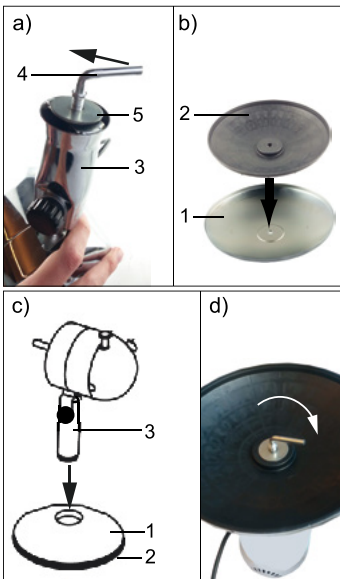

Fig.61: Montering af basen
Fig. 61 a).
3. Træk spændeskiven (5) af soklen (3).
4. Læg indsatsen ned i basen (1) som vist i fig. 61 b).
5. Sæt soklen på basen. Fig. 61 c).